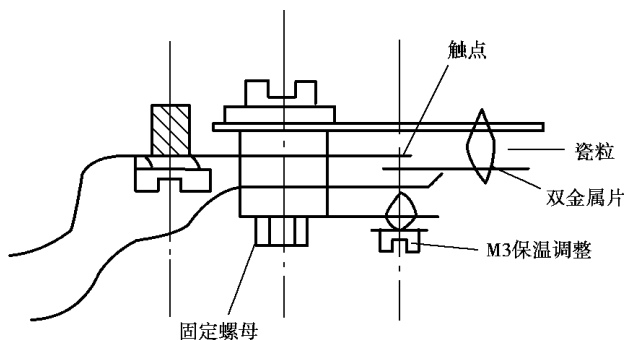

图 5.21 保温器组件结构
11. CFXB50-2A 型保温式三角牌电饭锅通电煮饭,饭煮焦该型号电饭锅发生这样的故障应重点检查闪动式保温器组件,结构如图 5.21 所示。检查时,可用手指将双金属片开关向下扳动,若正常,可听到清脆的“咔”声,而此时,开关却无声。
解决的办法是参见图 5.21,拧下固定螺母,取下开关的两个触点片,用什锦锉刀小心锉平弧点,用砂纸打光触点并上锡,按原样装上即恢复正常,但要小心不能拧动保温微调螺丝 M3,否则会改变保温点。